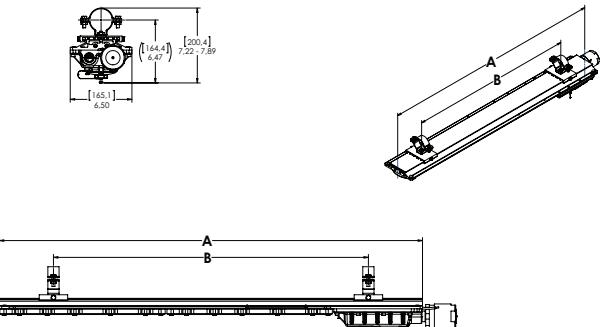
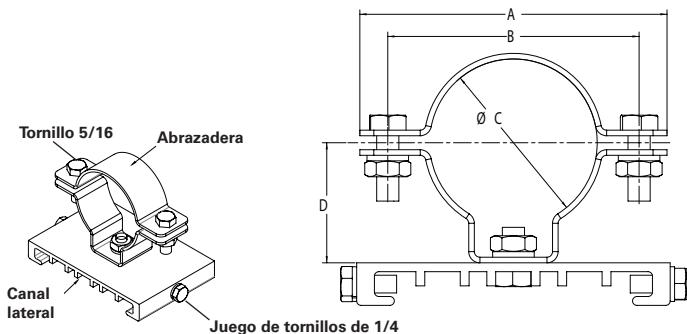

Figura 6. PM KIT – de Instalación del montaje del poste
Figura 7. PM KIT – de detalles del montaje del poste
- Comprobar antes de la instalación que el diámetro de fijación de la abrazadera (ver la Figura 7) sea compatible con el diámetro del poste. Las abrazaderas están disponibles en los siguientes tamaños 1.65" (42 mm), 2.00" (51 mm) y 2.36" (60mm).
- Los soportes del montaje del poste pueden tener entre sí el espacio que sea necesario, para los cuatro pies, es necesario mantenerlos al menos a 18" (457mm) de distancia (ver la Figura 6) (vea la tabla del rango total del montaje).
- Deslizar los dos (2) soportes del montaje del poste sobre el dispositivo, engranando la brida en la parte superior del dispositivo.
- Ajuste los dos (2) tornillos de 1/4" y fíjelos en cada soporte deslizable hasta que lleguen al fondo (ver la Figura 7). Torsión para 78 pulgadas-libras (8,8 N-m).
- Retirar los dos (2) tornillos de 5/16", arandelas de presión y tuercas de cada abrazadera y retirar las mitades superiores de la abrazadera.
- Instalar las dos (2) mitades superiores de la abrazadera, tornillos de 5/16", arandelas de presión y tuercas de cada abrazadera.